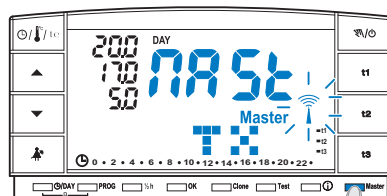

fig. 82
- premere il **tasto Master per 4 secondi**, sul display apparirà la scritta “MASt” (esempio in fig. 82).